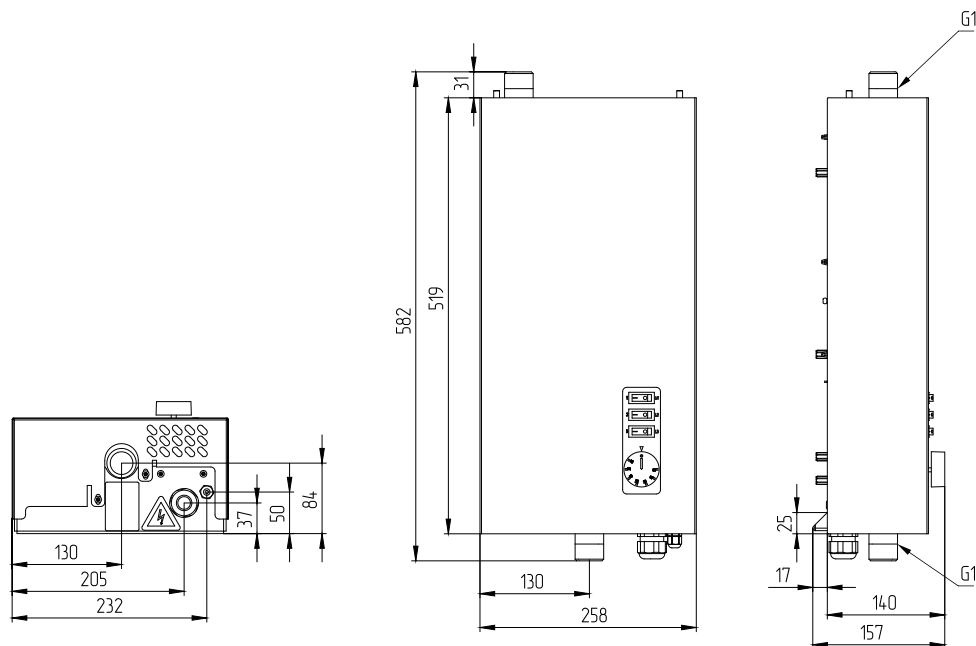
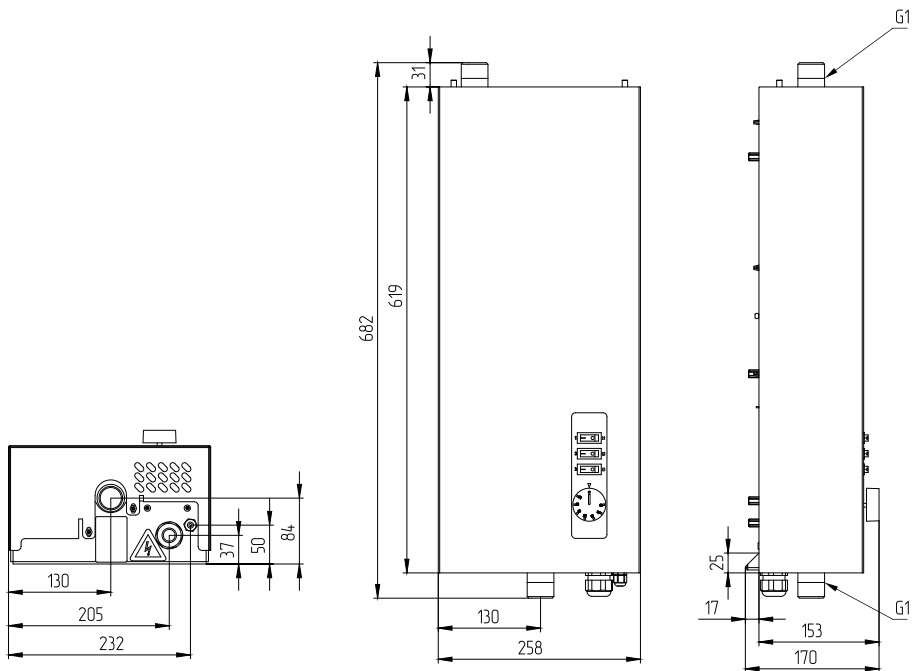
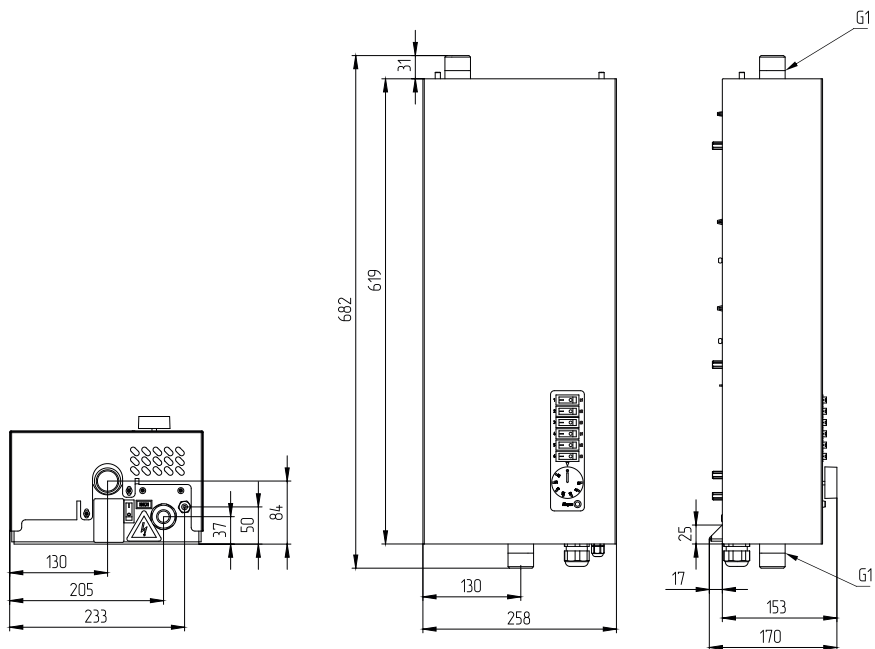
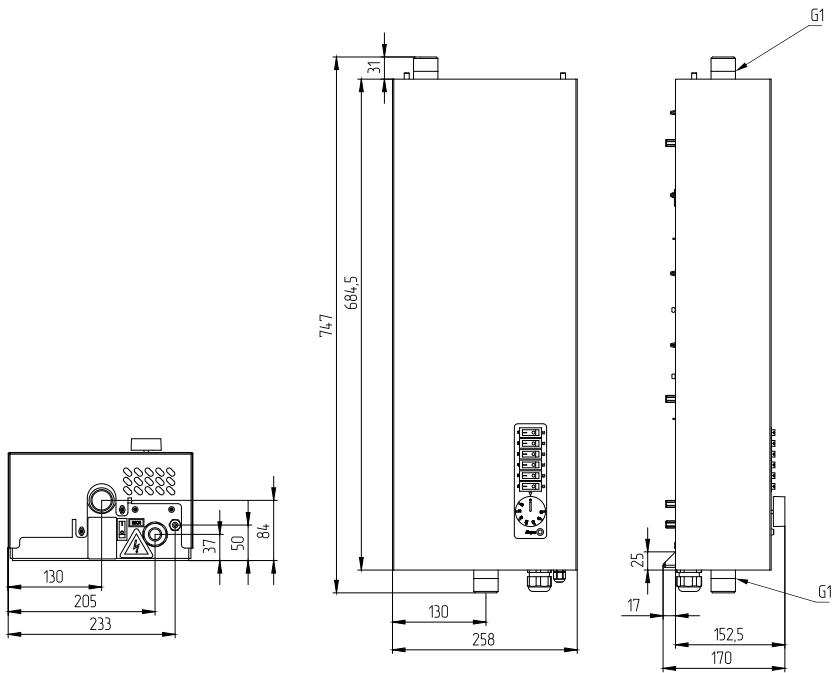

Рис.11 Габаритные размеры котлов ZOTA Balance 3 - 6 кВт
Рис.12 Габаритные размеры ZOTA Balance 7,5 - 9 кВт
Рис.13 Габаритные размеры котлов ZOTA Balance 12 - 15 кВт
Рис.15 Габаритные размеры котлов ZOTA Balance 18 - 21 кВт
- Подсоединить котел к системе отопления. Габаритные и присоединительные размеры котлов указаны на **Рис.11; Рис.12; Рис.13; Рис.14; Рис.15**;